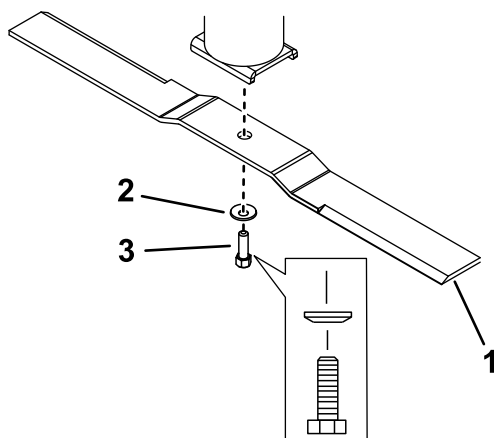

Figure 38
2. Retirez le boulon de lame, la rondelle bombée et la lame de la coupelle d'axe (Figure 38).
1. Placez la lame sur l'axe (Figure 38).
2. Montez la rondelle bombée (face concave vers la lame) et le boulon de lame (Figure 38).